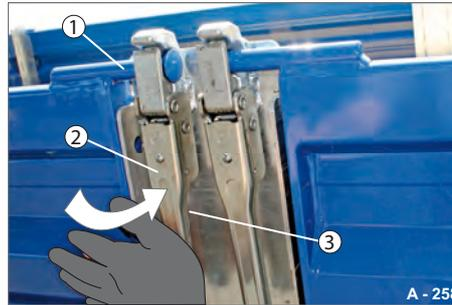

Abb. 130 Bordwand schließen
- ▶ Verschluss-Hebel (Abb. 130/2) schließen - mit der flachen Hand zu drücken. Sicherung (Abb. 130/3) schnappt automatisch ein.